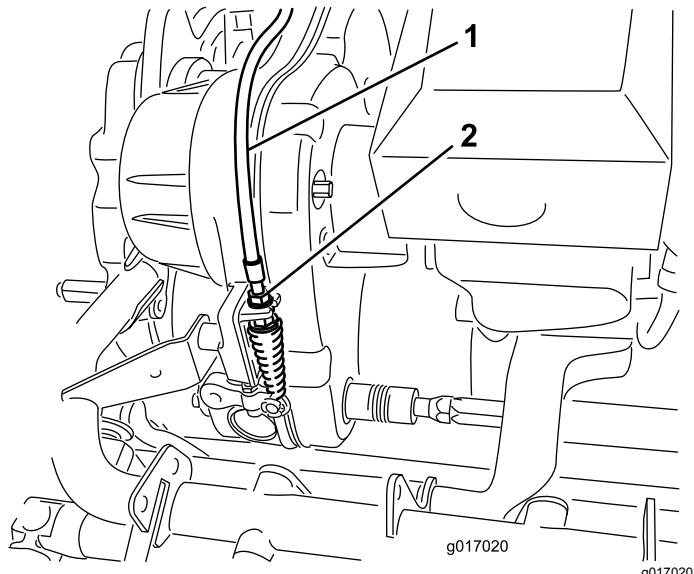

図 50
2. トランミッショングバルクヘッド部で、リールコントロールのケーブル図50を調整するスプリングの長さが70.672.4mmになるように調整する。